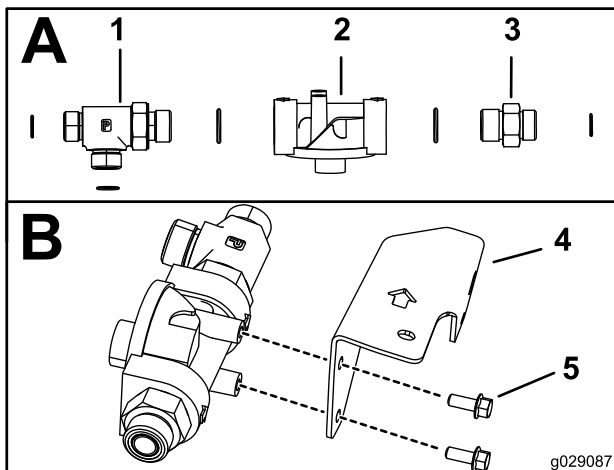

Figure 11
- Montez le raccord en T (5/8 x 5/8 x 3/4" mâle), le raccord adaptateur (5/8 x 3/4" mâle) et les joints toriques sur la tête du filtre, comme montré dans l'encadré A de la Figure 11.
- Fixez la tête du filtre sur son support au moyen de 2 boulons (1/4"), comme montré dans l'encadré B de la Figure 11.